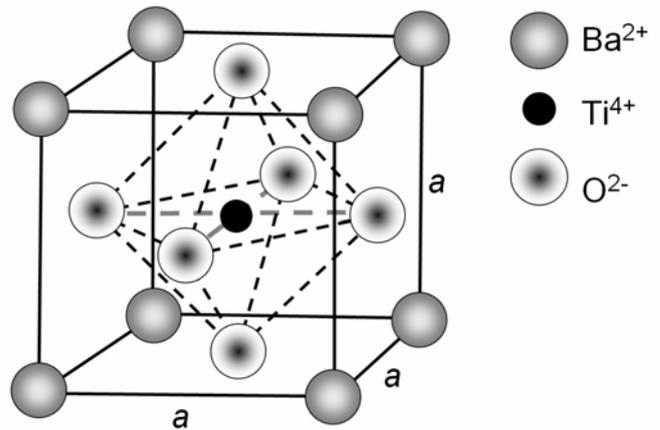

Bild 1
Bild 1 zeigt die kubische Elementarzelle des Ionenkristalls Bariumtitanat (BaTiO_3) bei $T_1 = 400 \text{ K}$.
b) In Bild 2 skizziert ist ein Ausschnitt der in Bild 1 gezeigten Elementarzelle. Dargestellt ist nur das Oktaeder aus Sauerstoff-Ionen. Bei erhöhten Temperaturen baut sich Sauerstoff aus dem Gitter aus.